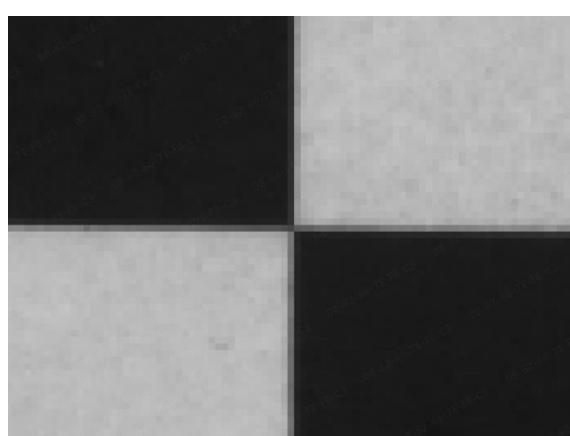

图 2.7-4 垂直扫描方向和物体运动方向匹配
(2) 垂直扫描方向的位置在相机端 IO Control 选项卡下, 垂直扫描方向和物体运动方向不匹配会导致图像边缘模糊, 修改垂直扫描方向的效果如图 2.7-4, 2.7-5 所示。